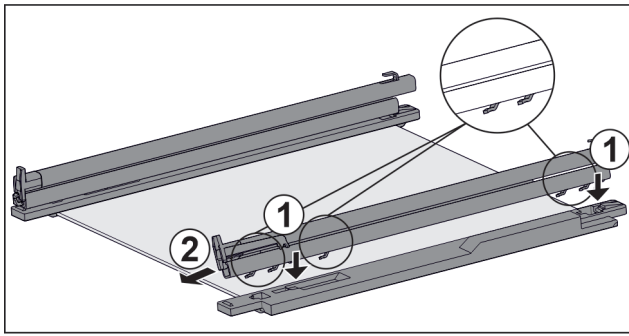

Fig. 54 Skleněná deska s kolejničkami a přídržnými díly
- ▶ Nasadte háčky kolejničky na otvory **levého** přídržného dílu. Fig. 54 (1)
- ▶ Vytáhněte kolejničku dopředu. Fig. 54 (2)
- ▶ Nasadte háčky kolejničky na otvory **pravého** přídržného dílu. Fig. 54 (1)